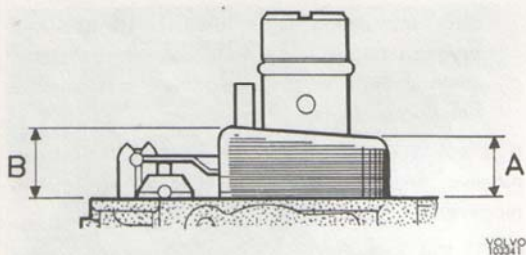

Bild 102. Flottörnivå
Vid rätt flottörnivå skall högsta punkten på flottören ligga 15–17 mm (B) och lägsta 9–13 mm (A) ovanför förgasarhusets tätningsyta vid stängd flottörventil. (Se bild 102). Vid felaktig nivå sker justering genom att tungan vid flottörventilen böjs.